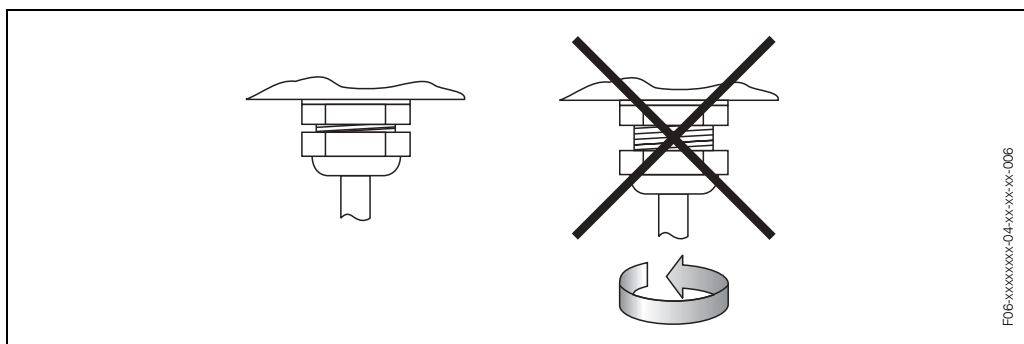

Рис. 45: Монтаж кабельных вводов в корпусе преобразователя
- Кабельные вводы должны быть затянуты (Рис. 45).